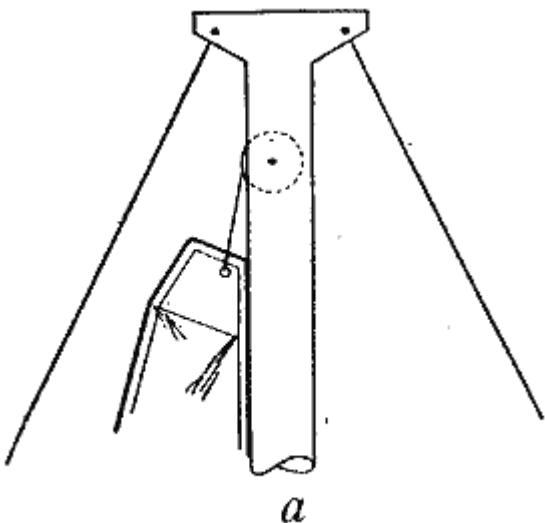

Рис. 30. Проводка грота-фала:
**Передняя шкаторина грота.** Парус должен быть правильно закреплен в галсовом углу. Если галсовый угол отстоит от мачты слишком назад для того, чтобы расположить громоздкий патент-риф, парус здесь нужно соответственно срезать. В противном случае в этом месте появятся сильные морщины. Грота-фал должен быть проведен прямо вниз из шкива к точке крепления к фаловой дощечке и тяга фала не должна быть направлена к мачте, когда парус выбран до места (рис. 30).